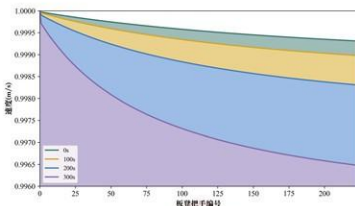

图 4 不同时刻下板凳龙把手的速度情况
- 如图4所示，随着时间增加，各节龙身把手以及龙尾速度均在减小，且龙身把手位置